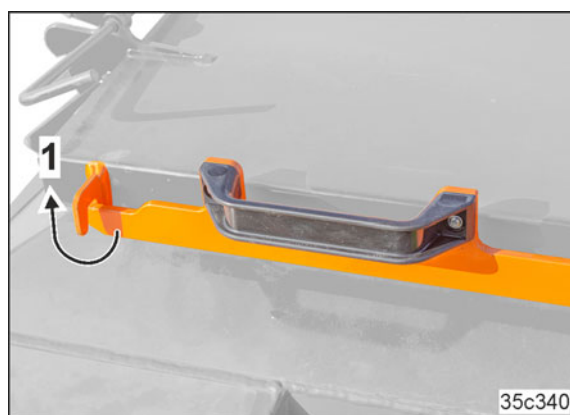

Fig. 253
2. Unlock the lever (Fig. 253/1)